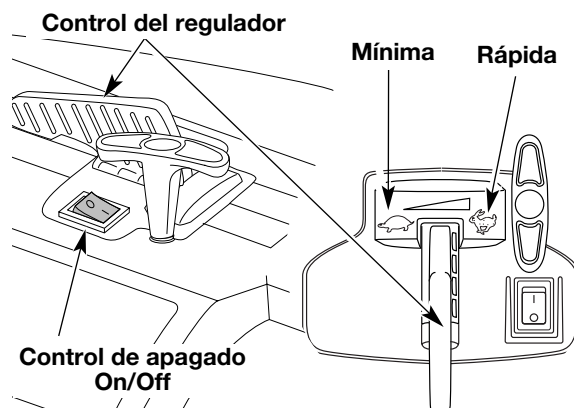
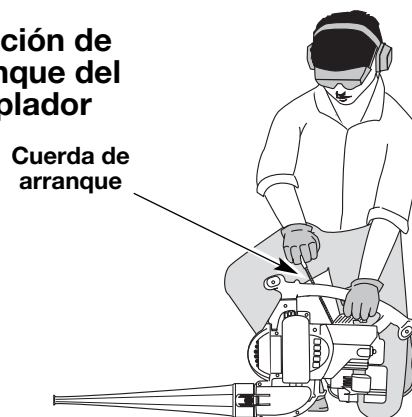

Fig. 10
Fig. 12
ADVERTENCIA: Evite los arranques accidentales. Esté en posición de arranque cuando hale la cuerda (Fig. 12 y 13).
3. Ponga la unidad en la posición de arranque (Fig. 12 o Fig. 13). Coloque el control del regulador en la posición de mínima (☛) (Fig.10).